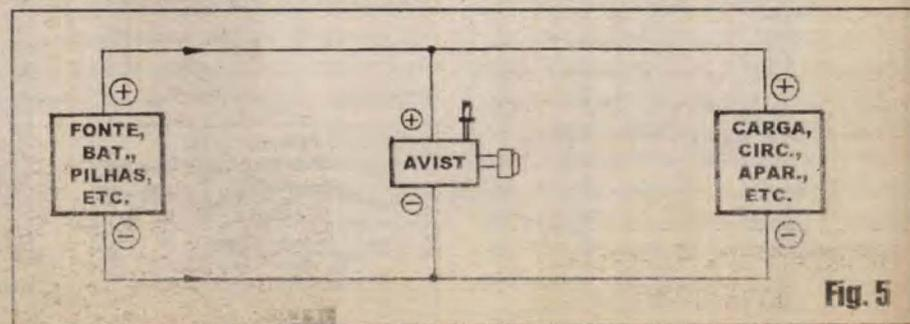

Fig. 5
- **FIG. 5 - DIAGRAMA DE INSTALAÇÃO BÁSICA** - Nada mais elementar e fácil do que a instalação do **AVIST**...! Basta ligar os fios **(+)** e **(-)** às respectivas linhas/polaridades da alimentação, entre a fonte, bateria, pilhas, etc. e a carga, circuito, aparelho, maquinário, dispositivo, etc. O alarme deverá funcionar perfeitamente, sem nenhuma necessidade de ajuste ou calibração, prescindindo de qualquer tipo de manutenção, podendo operar indefinidamente - por anos e anos - sem o menor problema e com a maior confiabilidade e segurança...! Apenas um surto de sobretensão realmente *muito* elevado, poderá causar algum dano ao circuitinho do **AVIST**, robusto que é...! Quem montou também (da presente Edição de **APE**...) a **FERB**, e possuir um bom voltímetro ou multímetro, poderá facilmente efetuar um